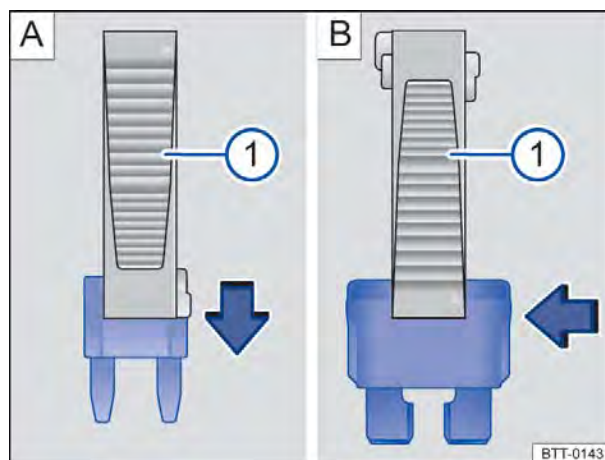

Fig. 243 Remover ou instalar um fusível com a garra da pinça de plástico .
- Se necessário, retirar a pinça de plástico ⇒ Fig. 243  da cobertura da caixa de fusíveis.
- Em caso de *fusíveis pequenos*, encaixar a garra  por cima ⇒ Fig. 243 A.
- Em caso de *fusíveis maiores*, empurrar a garra  lateralmente sobre o fusível ⇒ Fig. 243 B.